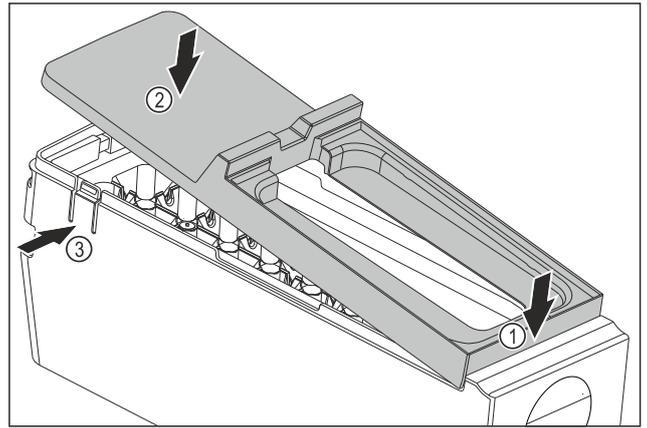

Fig. 79
- ▶ Montar la cubierta del EasyTwist-Ice: Colocar la cubierta por delante. Fig. 79 (1)
- ▶ Bajar la cubierta por detrás. Fig. 79 (2)
- ▷ La cubierta encaja en ambas lengüetas Fig. 79 (3) de forma audible.